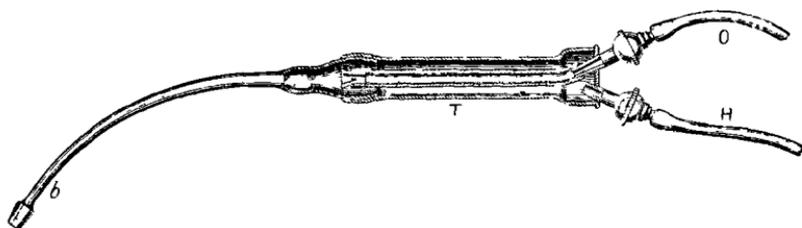

FIG. 4. — Chalumeau à gaz oxhydrique.
**Applications. Chalumeau oxhydrique.** — L'hydrogène, en se combinant à l'oxygène, donne une flamme extrêmement chaude (flamme oxhydrique). On produit la combustion continue à l'aide du *chalumeau* (fig. 4). Cet instrument se compose